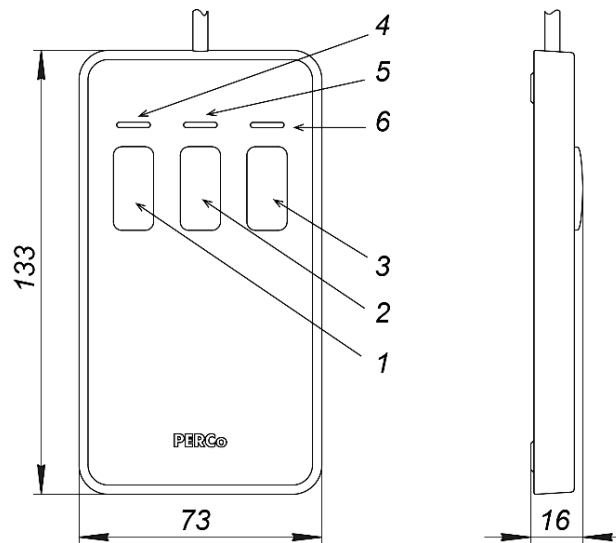

Рисунок 6. Общий вид и габаритные размеры ПДУ
ПДУ (9) выполнен в виде небольшого настольного прибора в корпусе из ударопрочного АБС-пластика и предназначен для подачи команд управления оператором при ручном управлении ЭП и индикации текущего состояния направлений прохода ЭП. Внешний вид и габаритные размеры ПДУ показаны на рис. 6.